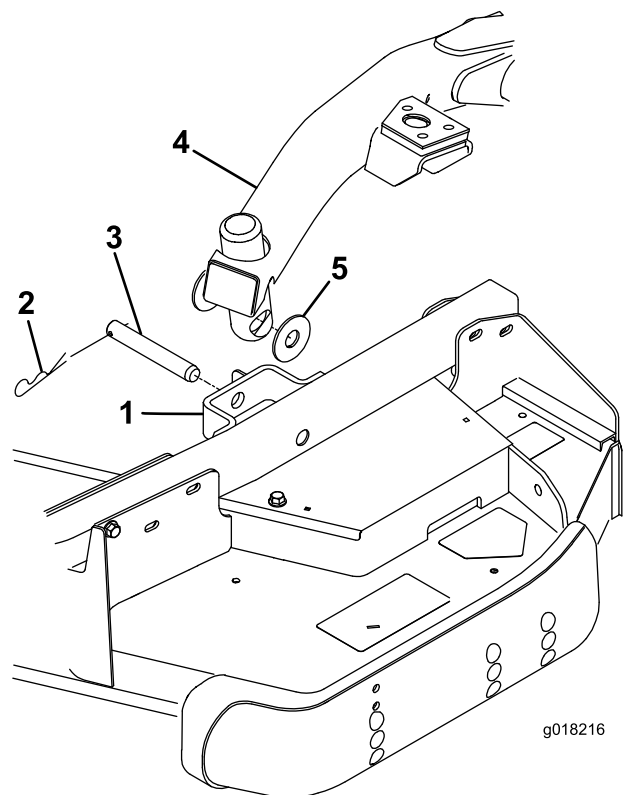

Figura 4
1. Rimuovete (2) rondelle di spinta, il perno con testa e la coppiglia da ogni staffa del braccio della ruota orientabile sull'apparato di taglio (Figura 4).
3. Portate in avanti l'interruttore di sollevamento in posizione Float. Spingete il braccio di sollevamento verso il basso in modo che i relativi fori siano allineati con quelli della staffa del braccio della ruota orientabile (Figura 4).
4. Fissate il braccio di sollevamento al braccio della ruota orientabile con (2) rondelle di spinta, perno con testa e coppiglia. Posizionate le rondelle di spinta tra il braccio di sollevamento e la staffa del braccio della ruota orientabile (Figura 4). Inserite l'estremità della coppiglia nell'apposito intaglio di ritegno presente sulla linguetta del braccio della ruota orientabile.